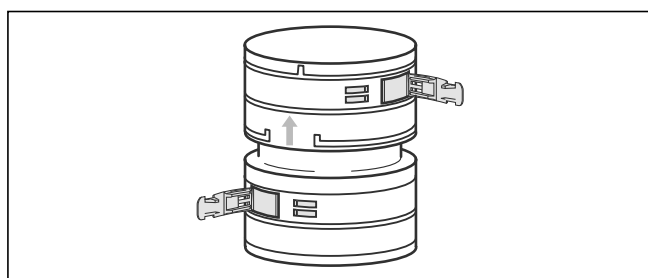
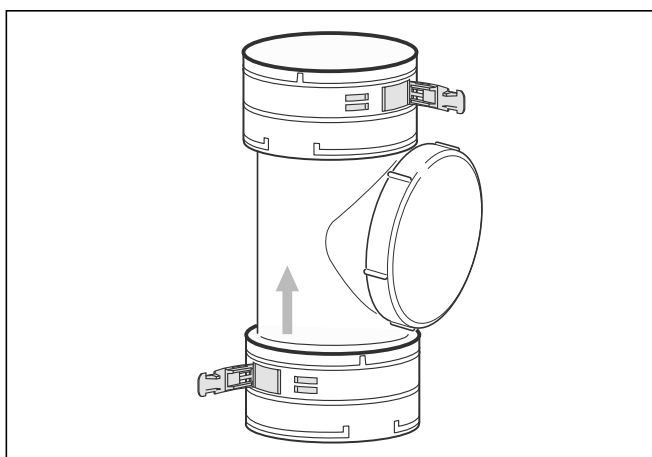

Рис. 4.45 Соединительный элемент
Рис. 4.46 Очистной элемент
- При необходимости сначала монтируйте соединительный и очистной элементы (см. рис. 4.45 и 4.46).
Вместо того, чтобы обматывать гибкий выпускной газопровод по всей длине за один раз, Вы можете использовать отрезки и соединять их соединительными элементами (арт. № 303 512, рис. 4.45) или очистным элементом (арт. № 303 511, рис. 4.46).